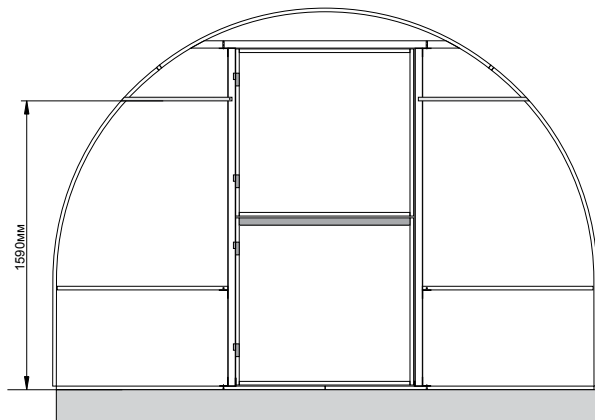

рис.1
1. Прикрепить натяжную трубу 610 мм (20x10 мм) с наружной стороны теплицы, поверх сотового поликарбоната с помощью саморезов 4,2x25 мм (предварительно, просверлив в дуге и стойке отверстия, диаметром 3 - 3,5 мм). Расстояние от бруса до нижнего края натяжной трубы 1590 мм. Край запиленный под углом прилегает к дуге, второй край прилегает к стойке (до её середины) (см. рис.1).